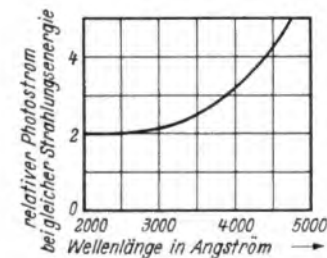

Bild 2. Spektrale Empfindlichkeit des Vidicons
violetten (UV), wie Bild 2 zeigt. Sie führte zur Entwicklung des UV-Bildwandler-Mikroskops von Zworykin3), das am folgenden beschrieben werden soll.